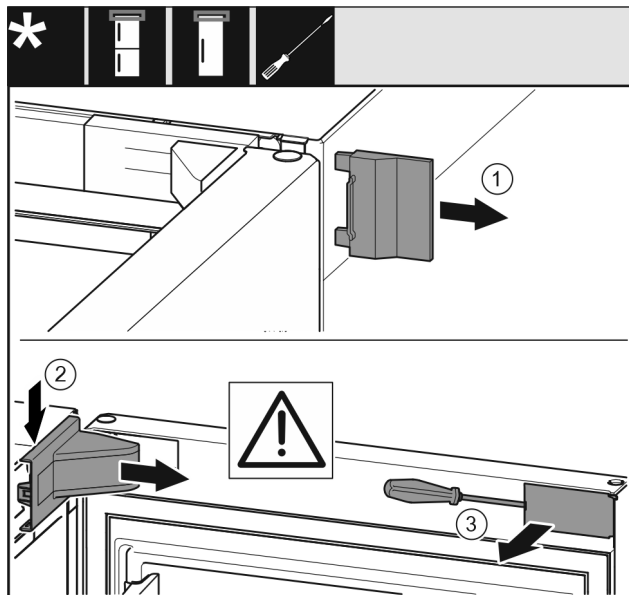

Fig. 7
- Sejměte vnější kryt Fig. 7 (1).
- Kryt stojanu ložiska Fig. 7 (2) uvolněte ze západek a vyjměte.
- Plochým šroubovákem vyjměte záslepku Fig. 7 (3) a otočte ji ke straně.